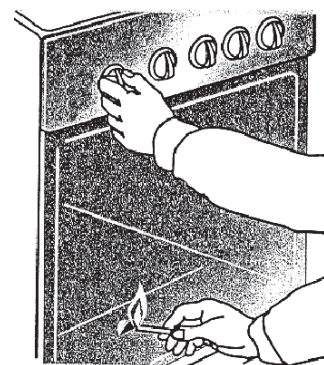

Рис. 10.
- одновременно, с поворотом ручки крана поднести горящую спичку к запальному отверстию (рис.10);